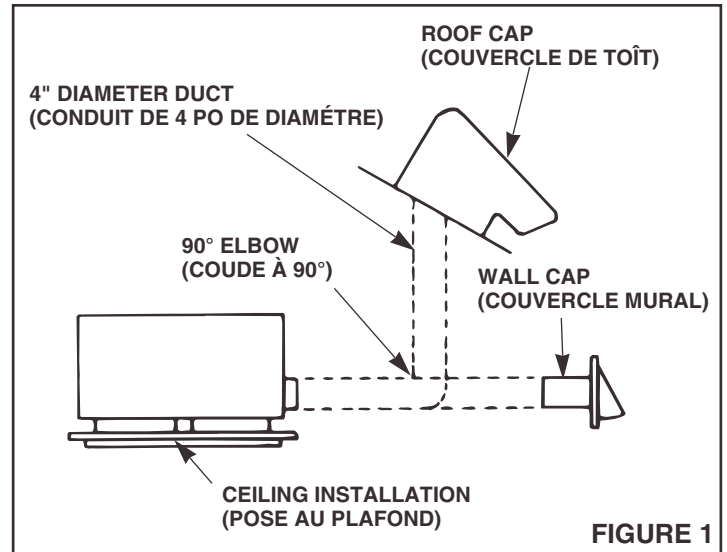
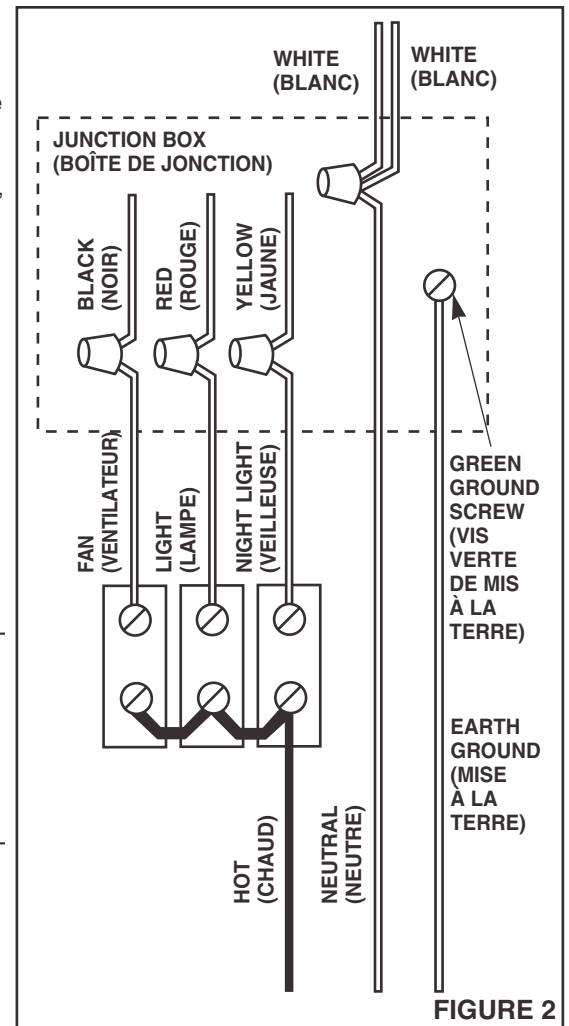

FIGURE 1
FIGURE 2
4. Refer to Figure 1. Use 4" round duct to discharge the ventilator to the outside.
Refer Figure 2.
Refer to Figure 2 for wiring and Figure 1 for ducting.
4. **Voir Figure 1.** Utiliser un conduit rond de 4 po comme décharge extérieure pour le ventilateur.
Consulter la Figure 2.
Voir Figure 2 pour les raccords et Figure 1 pour les conduits.